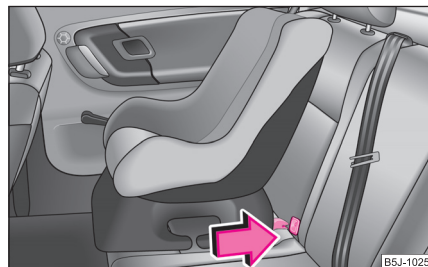

Fig. 155 Scaunul cu sistem ISOFIX se montează în dispozitivele de prindere existente.
- Împingeți brațele de fixare ale scaunului pentru copii prin elementele de prindere montate, în inele, până când se aude zgomotul specific de blocare ⇒ fig. 155.